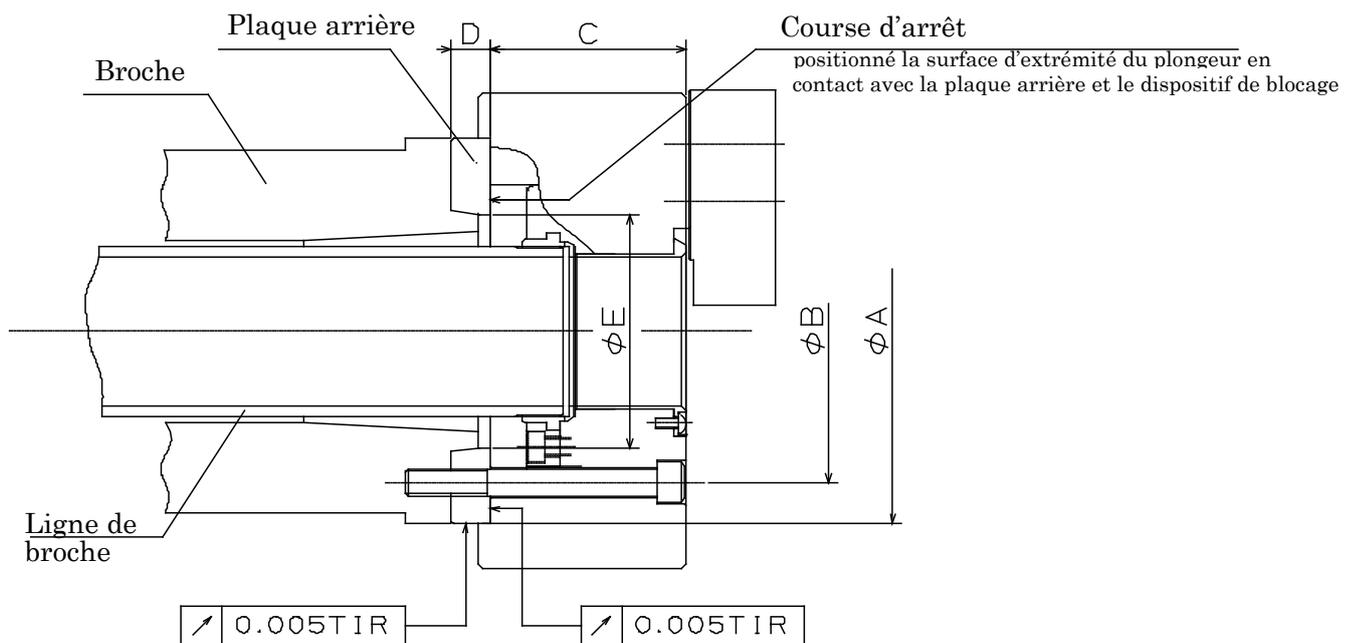

Figure 17
- La figure 17 illustre le cas d'un cône court selon la norme JIS.
- Déterminer la dimension (dimension ϕE sur la figure 17) de la contreplaque de telle sorte que la surface d'extrémité de l'écrou plongeur touche la contreplaque et s'arrête lorsqu'elle tire sur l'écrou plongeur. Si la course est supérieure à la course spécifiée, ceci peut provoquer la cassure du mandrin ou un défaut de serrage.